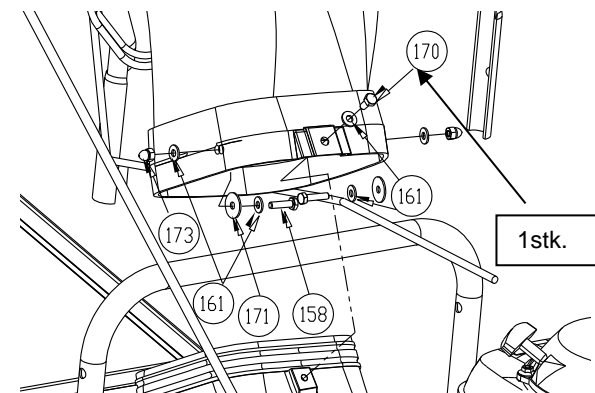

Fig. 2
2. Start med at installere centreringsbolten (element 170), den skal flugte med møtrikken på huset. (Se fig. 2)
BEMÆRK: Det er nødvendigt at anbringe bolt/underlagsskiven fra indersiden ved at række ind igennem kølerhjelm. (Se fig. 2)